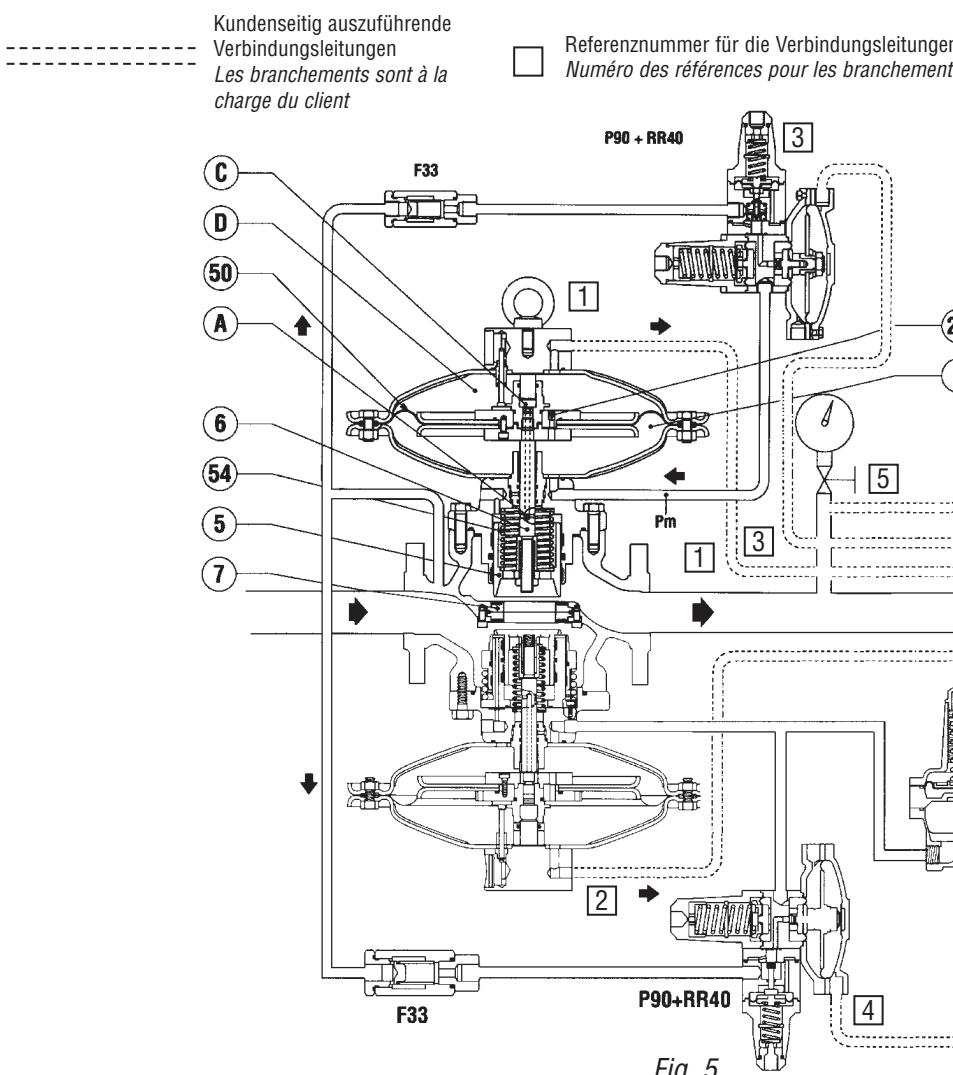
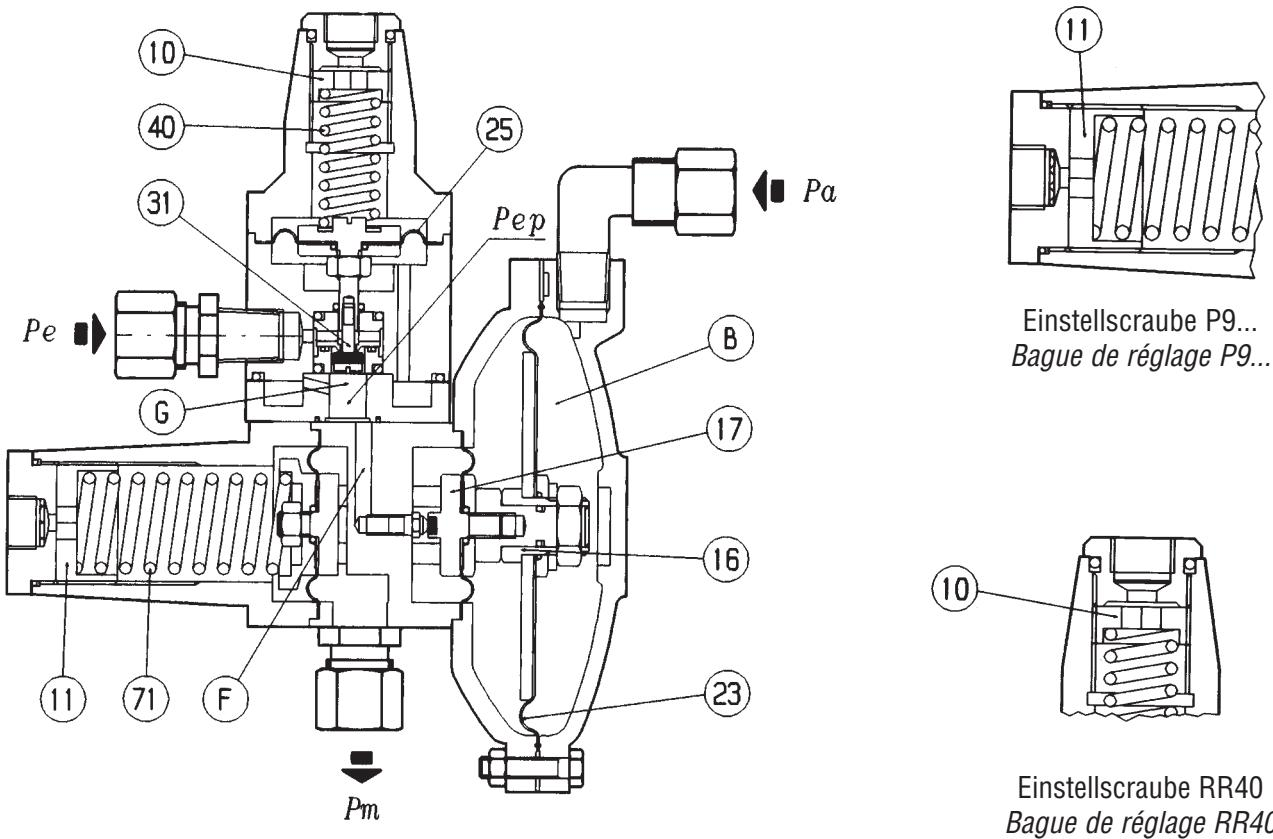

Fig. 5
Fig. 6
### 1.3.1 REGELGERÄT MIT PILOT P...+RR40 (ABB. 5)
### 1.2.1 DETENDEUR AVEC PILOTE P...+RR40 (FIG. 5)
Der für den Steuerdruck erforderliche Druck wird an der Eingangsseite des Regelgerätes entnommen. Das Steuergas wird im Filter 13 gereinigt. Der Druck wird im Stabilisator RR 40 (Abb. 6), der in der Hauptsache aus einem Stellglied 31, einer Feder 40 und einer Membrane 25 besteht, auf einen Zwischendruck Pep reduziert. Der Stabilisator RR 40 ist einstellbar, wobei der Einstellwert Pep vom Regeldruck Pa abhängt und am angebrachten Manometer abgelesen werden kann. Die Einstellung kann durch Drehen der Einstellschraube 10 verändert werden; das Drehen im Uhrzeigersinn hat einen Anstieg des Druckes Pep zur Folge; das Umgekehrte gilt für das Drehen der Einstellschraube gegen den Uhrzeigersinn. Von der Kammer G gelangt dieser Druck Pep dann durch die Öffnung F in den integrierten Pilot P90, der ihn durch das Stellglied 17 bis auf den Wert Pm regelt; dieser wird dann in den Stellantrieb des Regelgerätes geführt. Die Regelung des Steuerdruckes Pm erfolgt einerseits durch die von der Einstellfeder 71 ausgeübte Kraft und andererseits durch die vom Ausgangsdruck Pa in der Kammer B auf die Membrane 23 ausgeübte Kraft. Die Einstellung kann durch Drehen der Einstellschraube 11 verändert werden; das Drehen im Uhrzeigersinn hat einen Anstieg des Pm und damit des Ausgangsdruckes Pa zur Folge; das Umgekehrte gilt für das Drehen der Einstellschraube gegen den Uhrzeigersinn. Wenn beispielsweise beim Betrieb (durch Erhöhen der Durchflussmenge oder durch Abfallen des Eingangsdruckes) der Ausgangsdruck absinkt, entsteht ein Ungleichgewicht am Stellantrieb 16 des Pilotreglers. Der Stellantrieb verschiebt sich nach rechts, das Stellglied 17 öffnet weiter. Folglich steigt auch der Steuerdruck Pm in der Kammer E unter der Membrane 50 (Abb. 5) und bewirkt ein Anheben des Stellgliedes 5 und somit größere Öffnung des Regelventils, bis der Ausgangsdruck wieder seinen Sollwert erreicht hat. Wenn der Ausgangsdruck zu steigen beginnt, verschiebt umgekehrt die Kraft, die dieser auf die Pilotmembrane 23 ausübt, den Stellantrieb 16 nach links, sodaß das Stellglied 17 den Ventilspalt reduziert. Der Druck Pm nimmt dann durch das Überströmen zwischen den Kammern E und D durch die Düse 21 ab und die von der Feder 54 ausgeübte Kraft bewirkt das Verschieben des Stellglieds 5 nach unten, wodurch der Ausgangsdruck wieder auf seinen Sollwert gebracht wird.
*La pression de motorisation est obtenue en prélevant du gaz du détendeur en amont. Le gaz est filtré par le filtre F33 et subit une première décompression dans le pré détendeur réglable RR40 (fig. 6) essentiellement composé d'un clapet 31, d'un ressort 40 et d'une membrane 25, jusqu'à une valeur Pep qui dépend de la pression d'étalonnage du détendeur. Le réglage de la valeur Pep se fait en tournant la bague 10 (dans le sens des aiguilles d'une montre pour augmenter cette valeur et dans le sens contraire des aiguilles d'une montre pour la diminuer). Il est possible de lire cette valeur sur le manomètre installé directement sur le corps. La pression Pep passe ensuite de la chambre G dans le pilote incorporé P90 à travers le trou de passage F. Par l'intermédiaire du clapet 17, ce pilote régule la pression à la valeur Pm d'introduction dans la tête du détendeur. Le réglage de la pression de motorisation Pm se fait en opposant la force exercée par le ressort d'étalonnage 71 du pilote à l'action de la pression régulée Pa qui agit sur la membrane 23 dans la chambre B.*
*La modification de l'étalonnage se fait en tournant la bague de réglage 11. En la tournant dans le sens des aiguilles d'une montre, la pression de motorisation Pm augmente et par conséquent la pression régulée Pa aussi; vice versa si cette bague est tournée dans le sens contraire des aiguilles d'une montre. Par exemple, si durant le fonctionnement il y a une baisse de la pression en aval Pa (à cause d'une augmentation du débit demandé, ou d'une baisse de la pression en amont), déséquilibre se crée dans l'équipement mobile 16 du pilote, qui se déplace en provoquant une augmentation de l'ouverture du clapet 17. La valeur de la pression de motorisation Pm augmente par conséquent également. En agissant au-dessous de la membrane 50 (fig. 5) dans la chambre E, cette pression Pm entraîne un déplacement du clapet 5 vers le haut et par conséquent l'augmentation de l'ouverture du détendeur jusqu'à ce que la valeur préétablie de la pression régulée soit retrouvée. Vice versa, quand la pression régulée commence à augmenter, la force que cette pression exerce sur la membrane 23 du pilote déplace l'équipement mobile 16 en fermant peu à peu le clapet 17. La pression Pm diminue par conséquent suite au transvasement qui s'effectue par le trou de passage 21 entre les chambres E et D, et la force exercée par le ressort 54 provoque le déplacement du clapet 5 vers le bas, ce qui fait ainsi revenir la pression régulée à la valeur préétablie.*